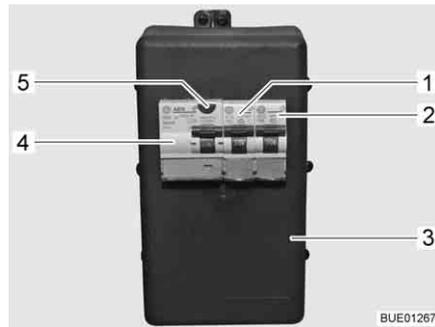

Fig. 123 Caja de fusibles de 230 V con interruptor de protección de línea e interruptor FI
- Desconectar el interruptor de protección de línea (Fig. 123,1 y 2) en la caja de fusibles (Fig. 123,3).
- Al estar el vehículo conectado a la alimentación de 230 V, pulsar la tecla de prueba (Fig. 123,5) del interruptor de corriente de defecto (interruptor FI) (Fig. 123,4) en la caja de fusibles (Fig. 123,3). Se debe activar el interruptor de corriente de defecto.
- Desconectar los interruptores de protección de línea (Fig. 123,1 y 2) en la caja de fusibles (Fig. 123,3).